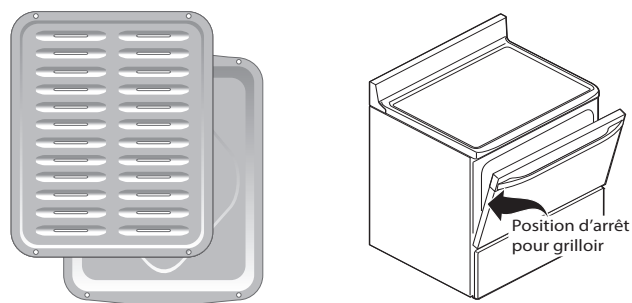

Figure 18 : Lèchefrite et grille de lèchefrite (G) ; porte ouverte à la position d'arrêt (D)
3. Appuyer sur  pour griller à **haute intensité (HI)** ou sur  pour **faible intensité (LO)**. La majorité des aliments peuvent être grillés avec la fonction < Broil > (griller) réglée sur < HI > (haute intensité). Sélectionner le paramètre < LO > (faible intensité) pour éviter un excès de brunissement ou le séchage des aliments qui doivent être bien cuits.
6. Déposer la lèchefrite avec grille sur la grille du four. Laisser la porte du four ouverte à la position d'arrêt durant la cuisson au grilloir (Figure 18).